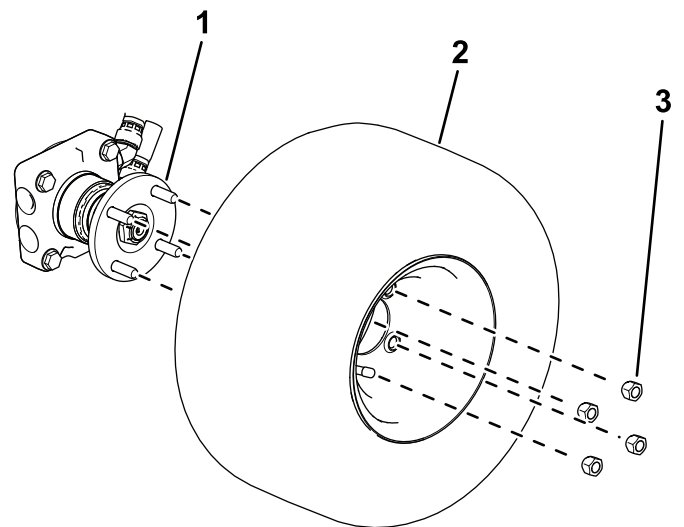

Bild 3
1. Verwenden Sie vier Radmutter, um das Rad an der Radnabe zu befestigen (Bild 3).